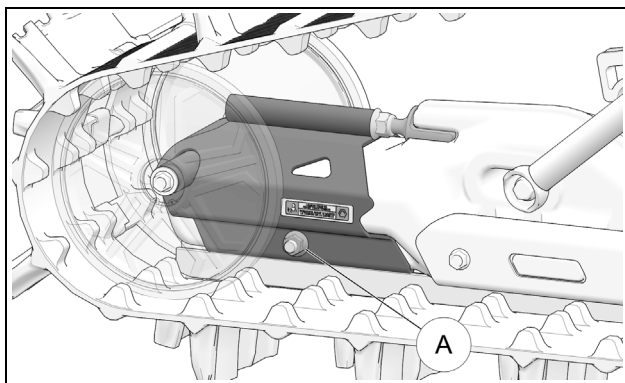

Figure 19
**ATTENTION** : Le boulon d'assemblage (A) du tendeur de chenille doit obligatoirement être desserré avant d'ajuster la tension de la chenille. Figure 19.